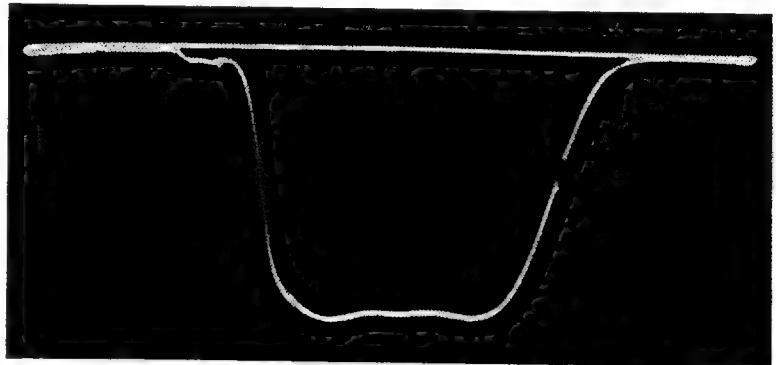

Bild 9 Durchlaßkurve mit Marken für Bild- und Tonträger
- g) Marke auf den ZF-Tonträger abstimmen. Sie muß dann auf der Tontreppe in der Nähe der anstehenden Flanke liegen. Gegebenenfalls Amplitude etwas aufdrehen, damit sie erkennbar bleibt. Nun schaltet man den Markengeber eine Stellung weiter auf „Quarz 5,5 MHz“. Dadurch wird eine 2. Marke im Abstand von genau 5,5 MHz geschrieben, die den Bildträger kennzeichnet. Sie soll auf halber Höhe der anderen Flanke der Durchlaßkurve (der sog. Nyquistflanke) liegen. Bild 9 zeigt die Durchlaßkurve mit den Marken für Bild- und Tonträger als Originalphotographie vom Bildschirm des Oszillographen.